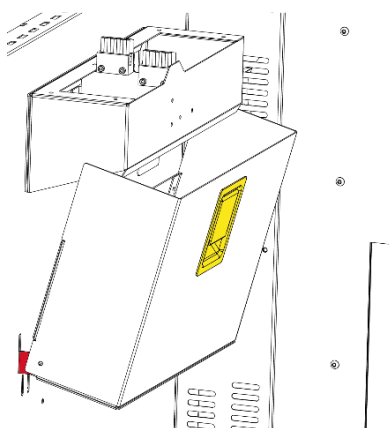

Рис. 65. Демонтаж емкости очистной станции – шаг 1
8. Наклонить держатель емкости станции очистки и осторожно наклонить емкость в сторону рабочей камеры (рис. 65, желтая).
6. Наклонить держатель емкости станции очистки и осторожно наклонить емкость в сторону рабочей камеры (рис. 65, желтая).